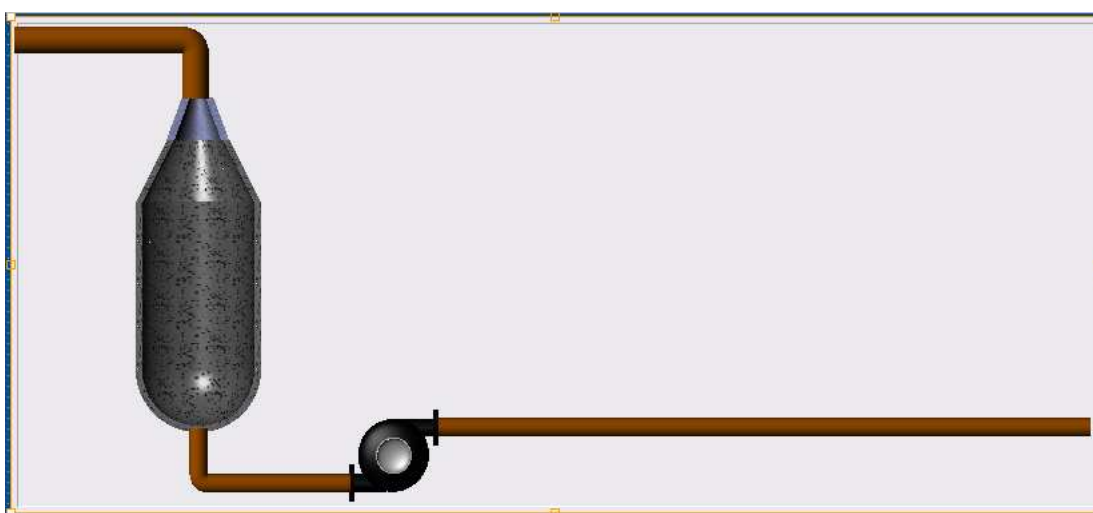

Рис. 3.37 Создание труб
d. Создание труб. Щелкните правой клавишей мыши по иконке . Среди предложенных инструментов выберите . Создайте трубу по которой продукт поступает в емкость и по которой из емкости течет в насос. Для этого щелчком левой клавиши мыши отметьте местоположение начала трубы. Переведите курсор мыши в положение изгиба трубы и снова щелкните левой клавишей мыши. Таким образом, отмечаются все точки изгиба трубы. Когда курсор переведен в положение, где размещается конец трубы, щелкните правой кнопкой мыши, завершая создание текущей трубы. Создайте аналогично трубу, по которой продукт поступает в насос и вытекает из него. Для редактирования свойств каждой трубы выделите трубу. Если не открылось окно свойств, дважды щелкните левой клавишей мыши по трубе. В поле толщина подберите толщину каждой трубы, которая лучше будет подходить для рисунка. В поле базовый цвет выберите необходимый цвет, к примеру . Статическое изображение примет вид, указанный на рис. 3.37
Выделите созданный многоугольник. Если окно свойств не открылось, дважды щелкните левой клавишей мыши по созданному многоугольнику. Раскройте раздел **заливка** двойным щелчком левой клавиши мыши, если он не раскрыт. В появившемся поле **стиль** выберите без заливки. В результате изображение примет вид, указанный на рис. 3.37.